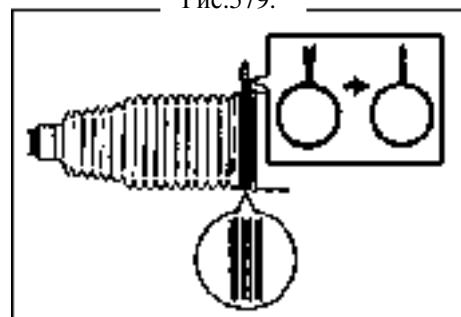

Рис.579.
- (б) Установите пыльник, зажим и проволоку (рис.579).
- (с) После крепления пыльника двумя витками проволоки, поверните несколько раз для крепления (рис.579).